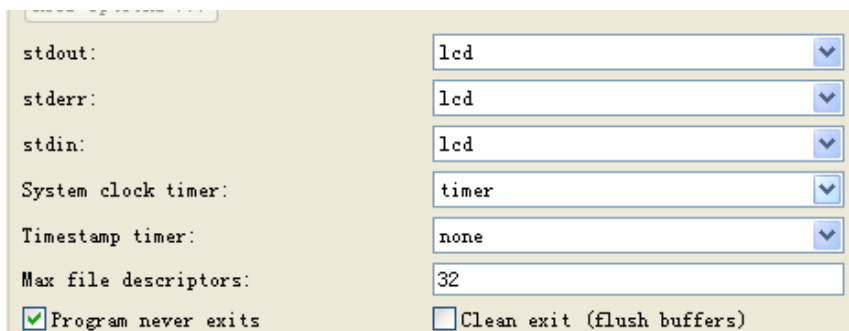

图 6-22 设定 Timer
30. 然后在 hello_world_0 应用工程的 System Library Properties 中选中那个 timer 作为 System clock timer，如图 6-22。